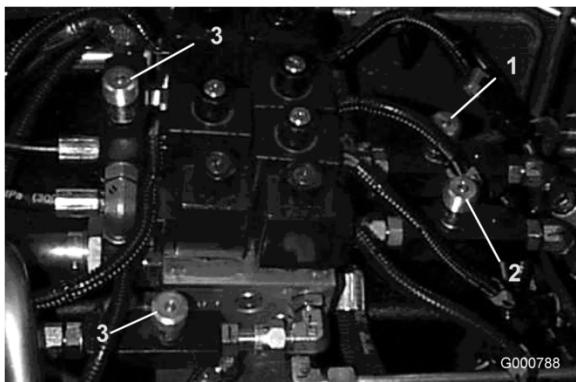

Figura 74
- Localice las válvulas de ajuste de las unidades de corte delanteras, debajo del asiento (Figura 74).
9. Localice las válvulas de ajuste de las unidades de corte laterales, situadas debajo del asiento (Figura 74).